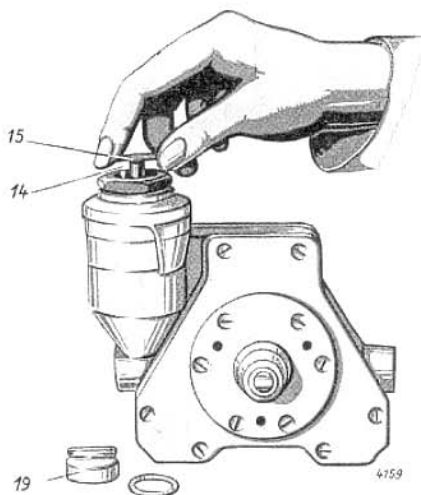

Abb. 60 Einstellen des Druckreglers
weniger starkes Spannen der Feder 13 eingestellt. Mit der Stellschraube 14, die durch einen in Rasten eingreifenden Stempel gegen Verdrehen gesichert werden kann, wird die Einstellung der Feder vorgenommen (siehe Abb. 60). Im Herstellerwerk wird die Pumpe auf 0,3 bis 0,4 atü Kraftstoffdruck eingestellt. (Näheres über das Einstellen im Abschnitt 5 d.)
- 5) Einstellen des Druckreglers: Der Druck des Reglers wird mit Hilfe der Schraube 14 eingestellt (siehe Abb. 60 und Tafel 6). Nachdem man die Verschlußmutter 19 entfernt hat, muß der Einstellstempel 15 (Vierkant) etwas angehoben